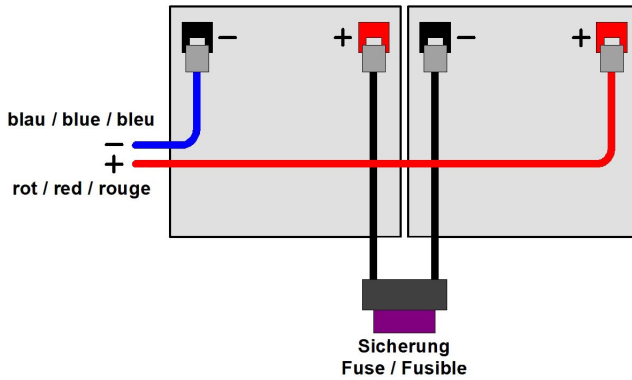
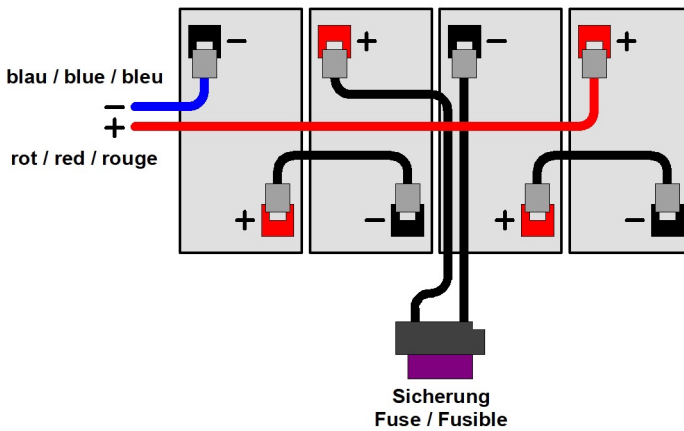
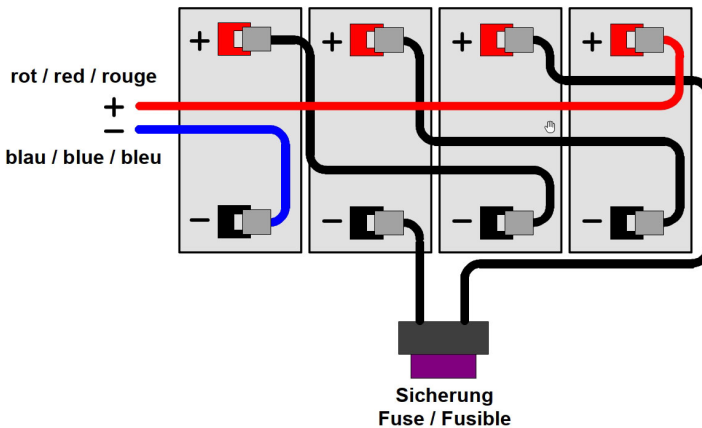

Abb. 2 Anschlussbild mit zwei Akkus
Abb. 3 Anschlussbild mit vier Akkus
Abb. 4 Anschlussbild mit vier Akkus
- 2 Batteriekreissicherung (C) herausziehen.
- 3 Befestigungsband der Akkus (B) entfernen.
- 4 Die oberen vier Stecker an den Akkus (A) abziehen. Siehe Abbildung 2, Abbildung 3 bzw. Abbildung 4.
- 7 Die oberen vier Stecker (A) an den Akkus anstecken:
Siehe Abbildung 2, Abbildung 3 bzw. Abbildung 4.